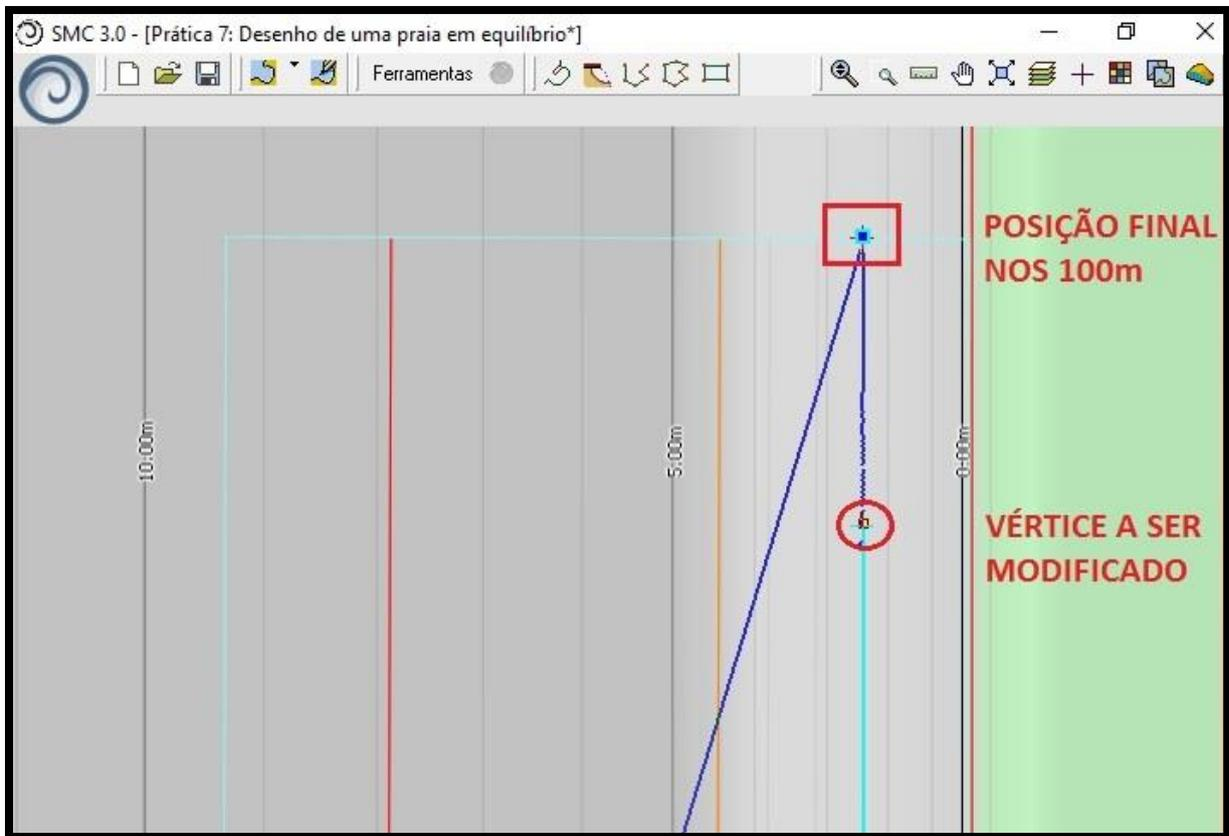

Figura 10 – Deslocando vértice até a posição final.
- 40) No modo de edição de praia, deslocar o quadrado da extremidade da linha de costa da praia em equilíbrio até o ponto de 100m medido pela régua (Figura 10). As linhas azuis claras ortogonais à linha de costa que se encontram tanto no meio quanto na extremidade da praia devem acompanhar esse quadrado amarelo.